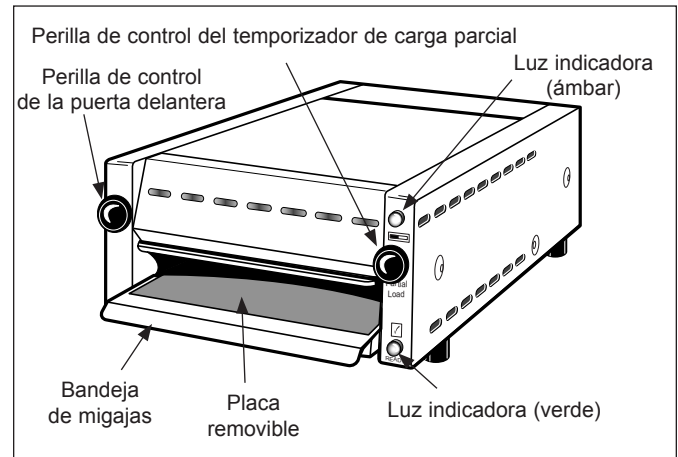

Figura 1. Tostador de panecillos muffins MT-12
3. Ponga las mitades de panes sobre la bandeja de migajas, deslice la bandeja dentro del tostador y cierre la puerta delantera usando la perilla de control (Figura 1).
Si tuesta una carga parcial, oprima y suelte la perilla de control de carga parcial (Figura 1) hasta que se encienda la luz del indicador ámbar (Figura 1), luego cierre la puerta para iniciar el ciclo de tostado.
3. Desde la parte delantera del tostador, levante la bandeja de migajas y quítela de la unidad (Figura 1).
4. Levante la placa removible de la bandeja de migajas (Figura 1).
7. Cierre la puerta delantera, oprima y suelte la perilla de control de carga parcial en la parte delantera derecha del tostador hasta que se ilumine la luz ámbar (Figura 1). Ponga en marcha el cronómetro.